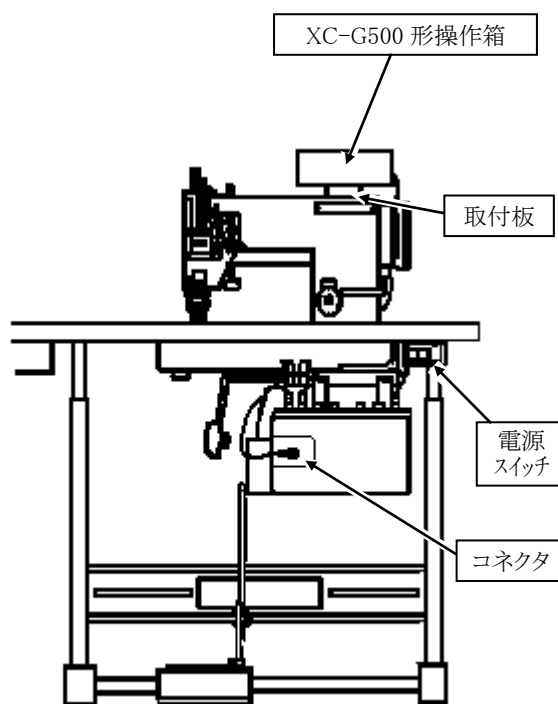

図1. 構成
2. 取り付け方法 (図1を参照してください。)
- (1) 電源スイッチをOFFしてください。
- (2) 取り付けは付属の取付板と取付ねじを使用してミシンアームの裏ブタの締付ねじなどを使用して取り付けてください。
- (3) リード線がベルト、プーリ等の回転物に触れないように特に注意してください。
- (4) 操作箱のコネクタを、制御盤のコネクタ(図1参照)に確実に接続してください。
- (5) 電源をONするとパターンの表示部が点灯します。(点灯内容は、条件により変化します。)